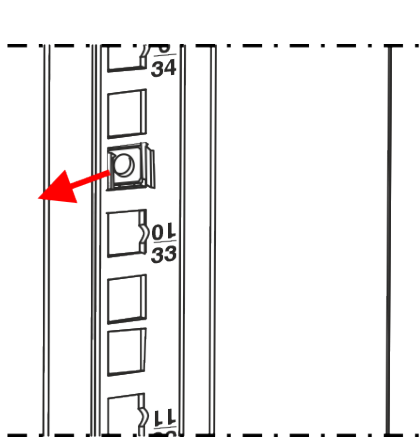
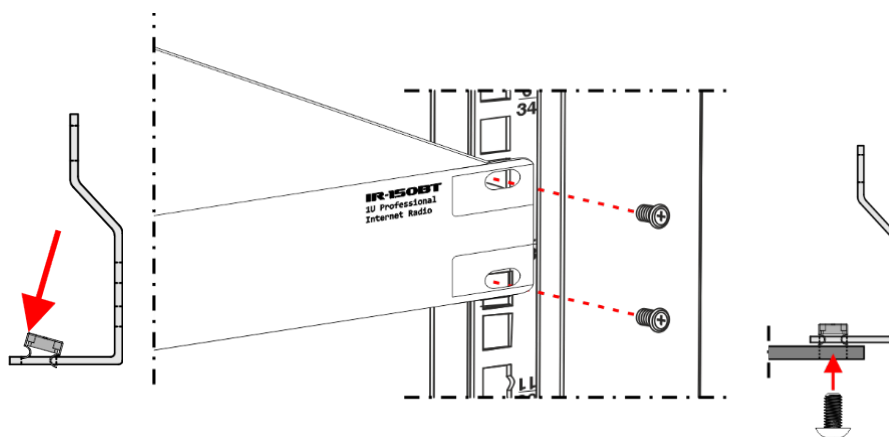

Fig. 26
Fig. 27
- 03) Premere l'altro lato del **dado della gabbia (A)** e spingerlo attraverso il foro, come mostrato nella Fig. 26.
- 04) Ripetere i passaggi 2-3 per installare gli altri 3 **dadi della gabbia (A)**.
- 05) Posizionare l'apparecchiatura davanti all'armadio nel punto in cui sono stati installati i 4 **dadi a gabbia (A)**. Assicurarsi che i fori di montaggio dell'apparecchiatura siano allineati con i **dadi della gabbia (A)**, come illustrato nella Fig. 27.
- 06) Utilizzare un cacciavite per montare l'apparecchiatura sulle staffe verticali con 4 **viti (C)**.
- 07) Serrare le 4 **viti (C)** per assicurarsi che l'apparecchiatura non possa muoversi.